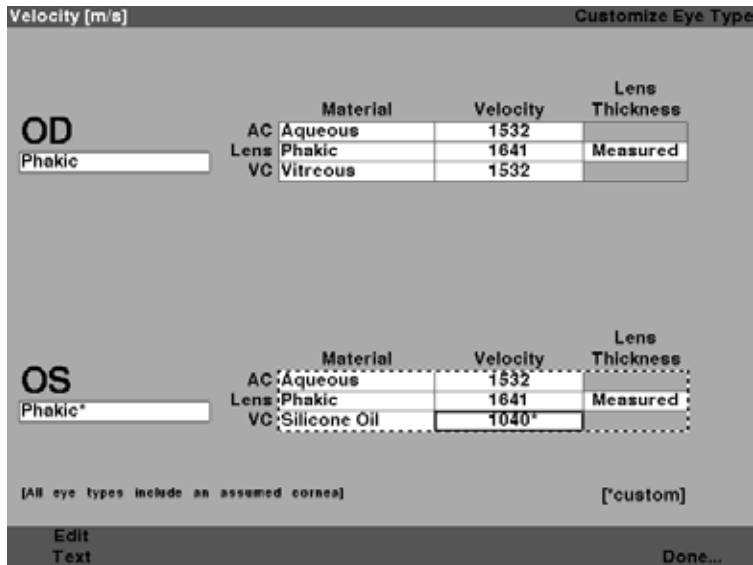

Figura 7-7 Tipo de ojo OS personalizado
12. Todos los cambios personalizados del tipo de ojo del paciente tendrán un asterisco (*), como se muestra en la Figura 7-7 a continuación.